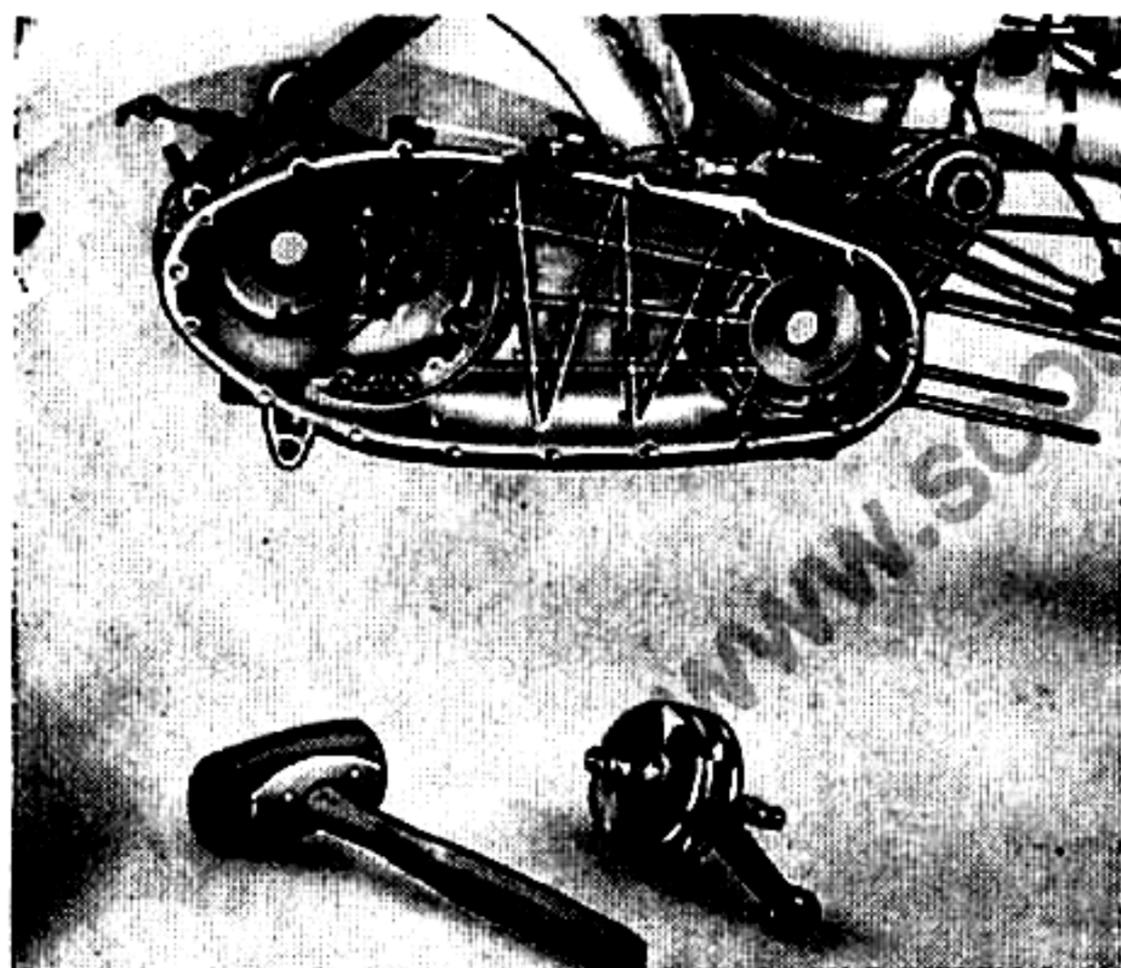

Fig. 20
- 34** Smontare l'albero motore: batterlo con un punzone di rame o d'alluminio dal lato cambio per sfilarlo dal cuscinetto. Vedi fig. 20.